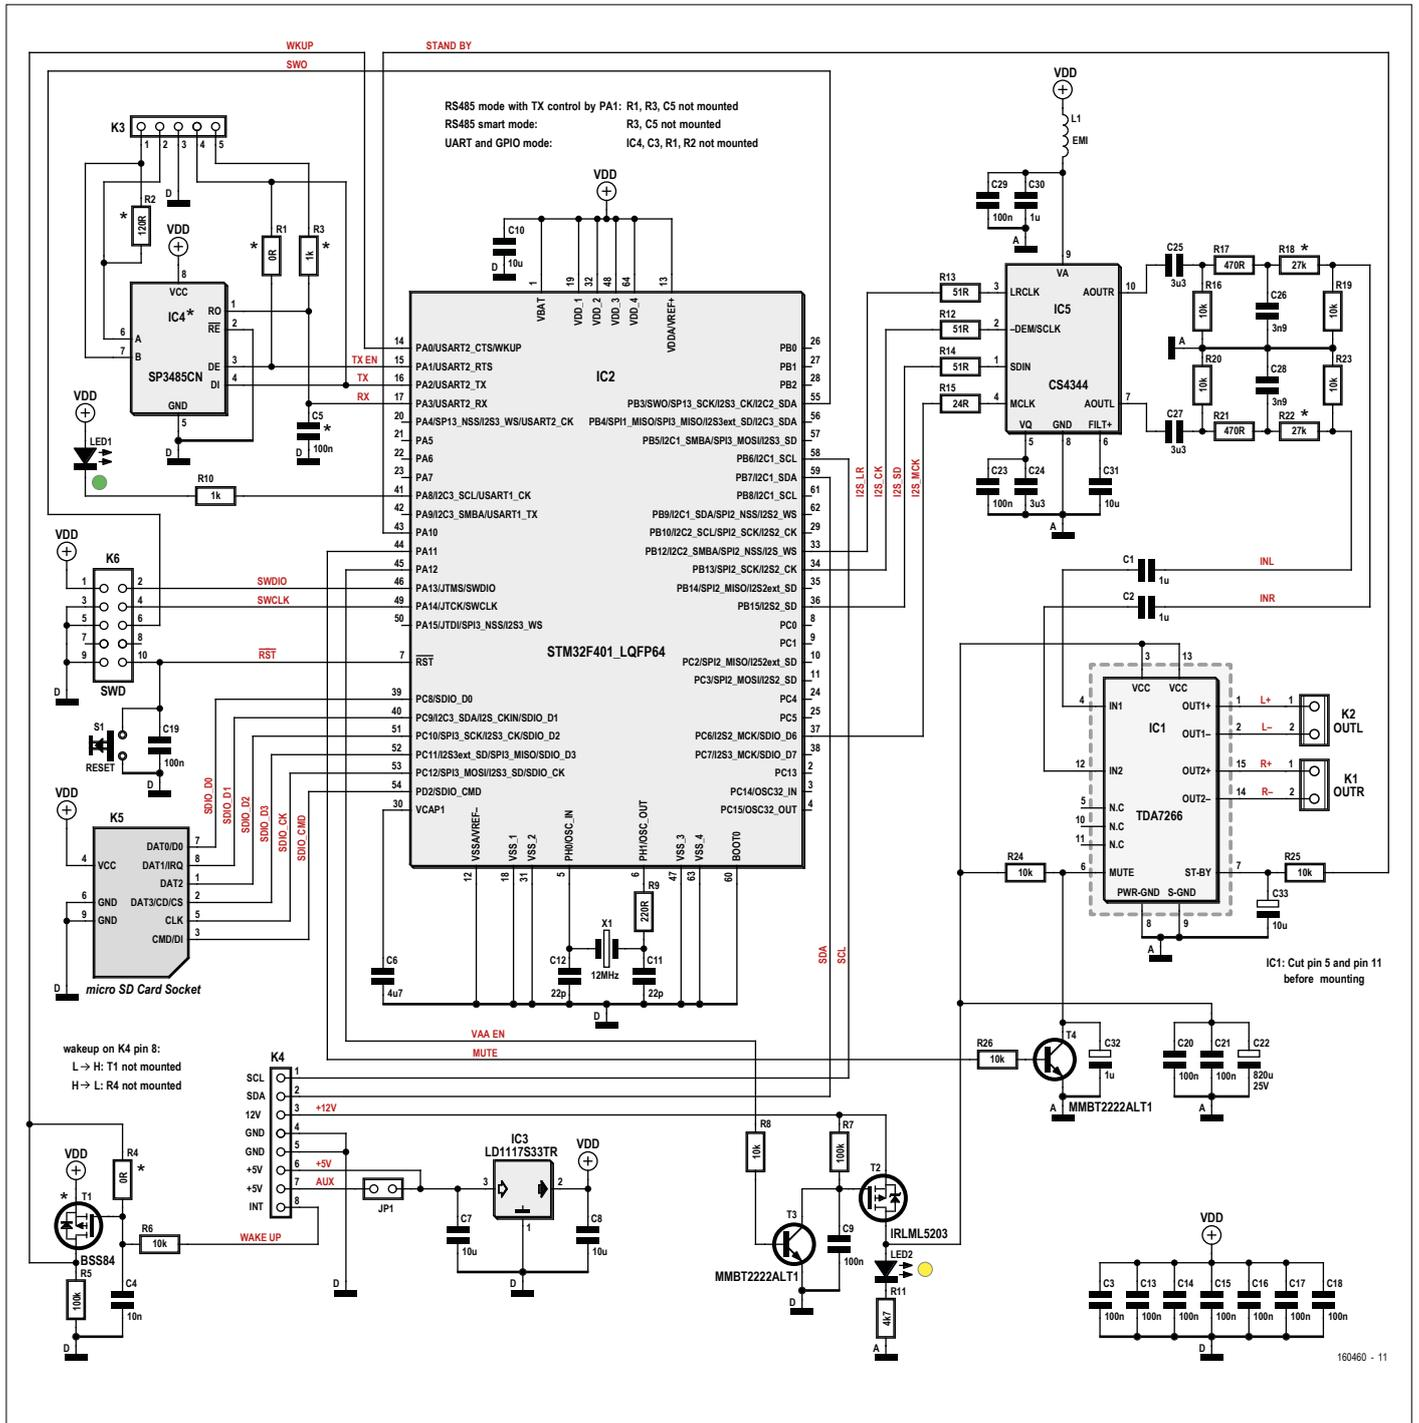

Figure 1. Schéma du lecteur Card Sound.
Dans la **figure 1**, suivons le trajet des données audio stockées dans la carte SD enfilée dans le socle K5, lui-même relié au microcontrôleur IC2 par bus SDIO. Ce bus accepte le transfert bidirectionnel des données sur quatre bits de largeur (D0 à D3), avec horloge (CK) et ligne de commande (CMD). Pour les détails, suivez le lien [1]. On combine chaque fois deux bits sur les quatre lignes de données pour faire un octet, ce qui accélère sensiblement la lecture par rapport au bus à un bit habituel. Dans le contrôleur,